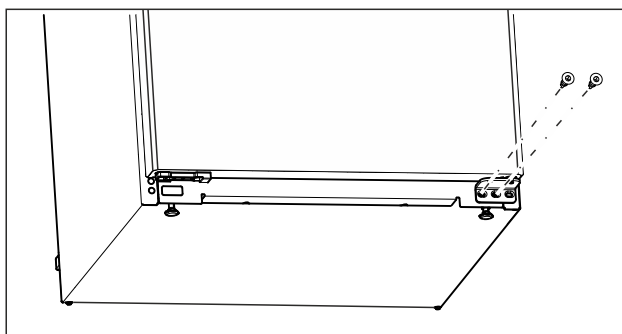

Fig. 6
- ▶ Csavarja ki az alsó csapágybakon a középső csavart Torx 20 csavarhúzóval. (lásd Fig. 6)
- ▶ Csavarja ki az alsó csapágybakon a belső csavart Torx 20 csavarhúzóval. (lásd Fig. 6)